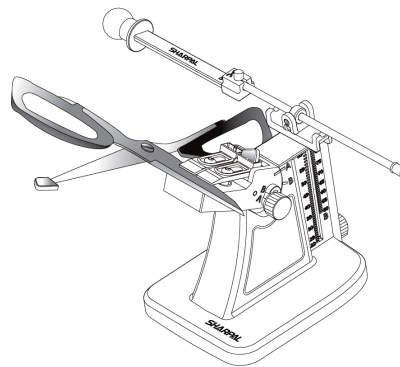

Fig. 1
5. Achten Sie beim Schärfen einer Schere darauf, dass die zu schärfende Klinge fest eingespannt ist. Decken Sie die andere Scherenspitze mit der Schutzkappe ab, um mögliche Verletzungen zu vermeiden (Siehe Fig. 1).